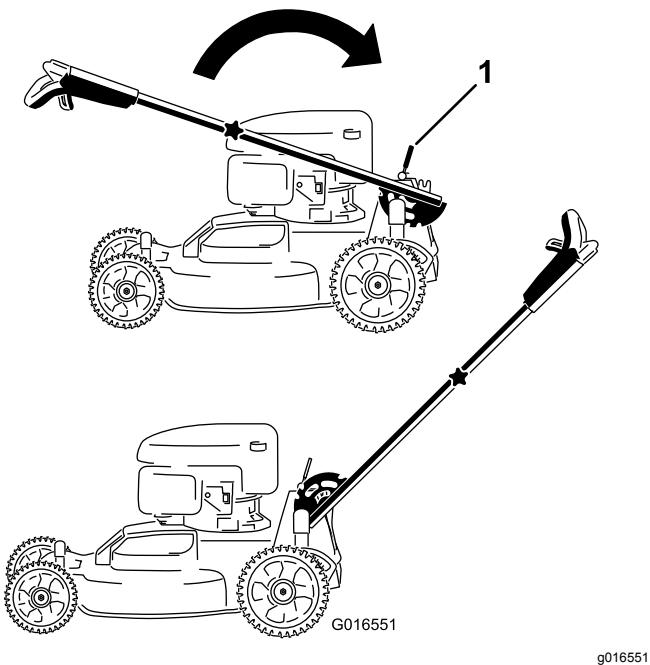

Figura 4
1. Gire el manillar superior hasta que se acople al manillar inferior (Figura 3) y apriete ambos pomos del manillar para bloquear el manillar superior en su lugar (Figura 4).
2. Suelte la palanca de bloqueo del manillar (Figura 4).
3. Tire del manillar hacia atrás y bloquéelo en esa posición (Figura 4).